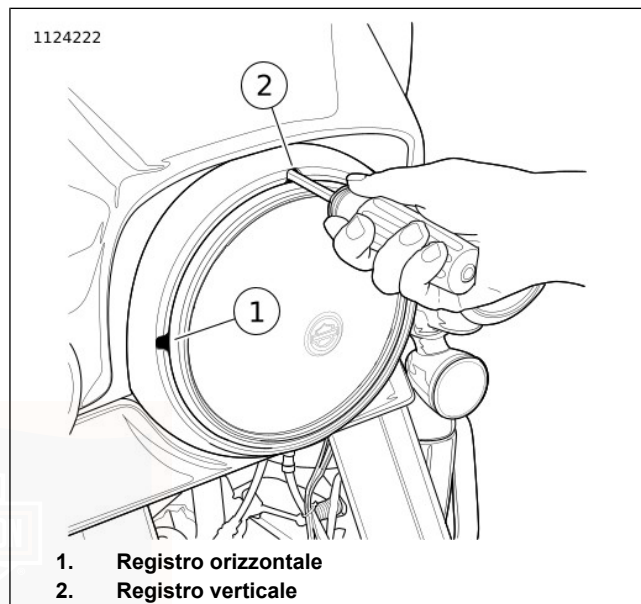
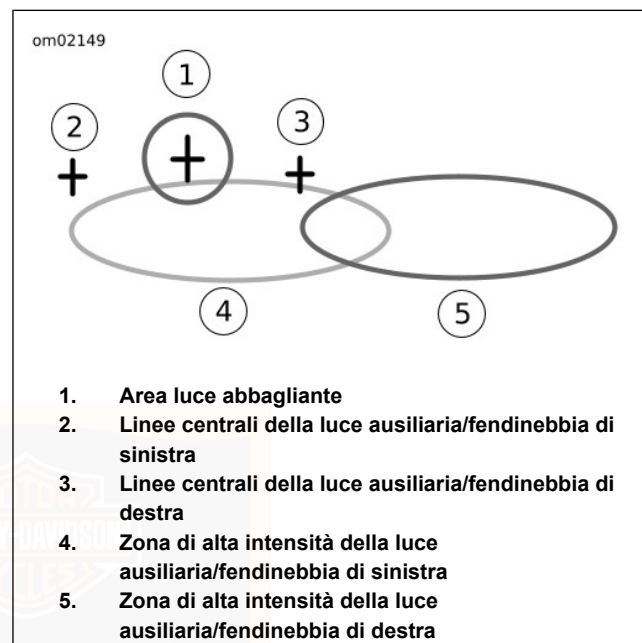
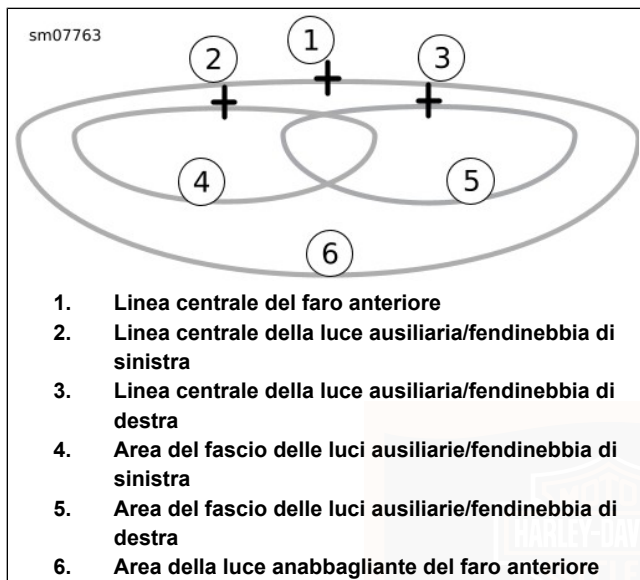

Figura 91. Registri del faro anteriore: tutti i modelli eccetto quelli con carenatura montata su telaio (tipica)
Figura 94. Fascio di luce del faro anteriore: Tipo alogeno al quarzo
Figura 95. Fascio di luce del faro anteriore: Tipo a LED con luci ausiliarie/fendinebbia
2. **Tutti eccetto quelli con carenatura montata sul telaio:** Vedere Figura 91. Inserire una chiave esagonale a testa sferica (5/32 in) nelle scanalature di regolazione nell'anello di rivestimento.
- a. **Orizzontale:** girare la vite di registrazione orizzontale (1) per regolare il fascio di luce a sinistra e a destra.
- b. **Verticale:** girare la vite di registrazione verticale (2) per regolare il fascio di luce in alto e in basso.
- c. Vedere Figura 94 o Figura 95 . Regolare il fascio del faro anteriore.
4. Vedere Figura 94 o Figura 95. Contrassegnare sul muro le linee centrali, orizzontali e verticali delle luci ausiliarie/fendinebbia (2, 3).
Figura 94 mostra uno schema per motociclette in paesi dove si guida sulla corsia destra. Ribaltare orizzontalmente l'immagine per paesi dove si guida sulla corsia sinistra.
- a. **Lampada alogena al quarzo:** regolare la luce ausiliaria/fendinebbia di sinistra, in modo che l'intera zona di intensità elevata (4) sia al di sotto e a destra delle linee centrali della luce ausiliaria/fendinebbia di sinistra come illustrato in Figura 94.
- b. **LED:** Regolare le luci ausiliarie/fendinebbia di sinistra in modo che l'intera zona di intensità elevata (4) sia al di sotto della linea centrale, come illustrato nella Figura 95.